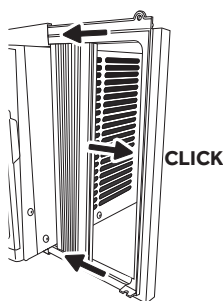

Fig. 5
- C. Une fois le panneau installé sur le côté de l'armoire, assurez-vous qu'il est bien fixé à l'intérieur du canal du cadre en effectuant de légers ajustements. Faites glisser les extrémités supérieure et inférieure du cadre dans les rails supérieur et inférieur de l'armoire. (Voir Fig. 5)